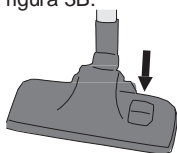

Figura 4
4. Assicurarsi di regolare la bocca aspirante a seconda dell'utilizzo su superfici dure o morbide agendo col piede sull'apposito selettore (vedere la figura 4). Se si desidera pulire una superficie dura, agire sul selettore per fare fuoriuscire le spazzole dalla bocca aspirante combinata. Qualora la superficie da pulire sia morbida, fare ritrarre le spazzole agendo sullo stesso selettore.